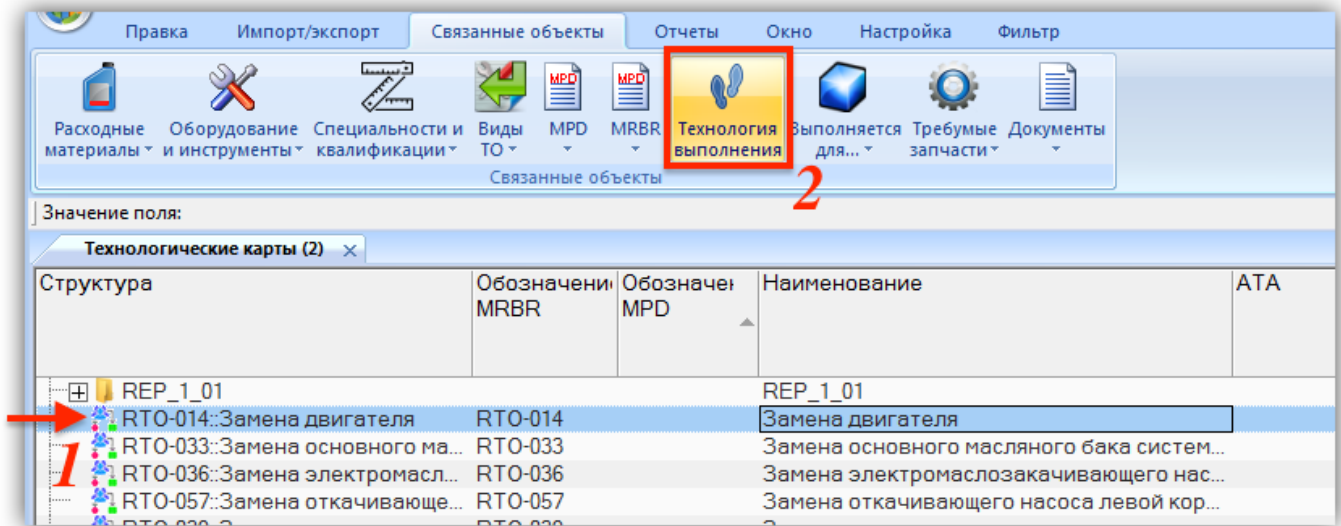

Рис. 12-64 – Вызов окна связанных объектов «Технология выполнения» для техкарты
- 2) Выбрать ТК в рабочем окне «Технологические карты» и нажать кнопку «Технология выполнения» панели «Связанные объекты» (рис. 12-64).